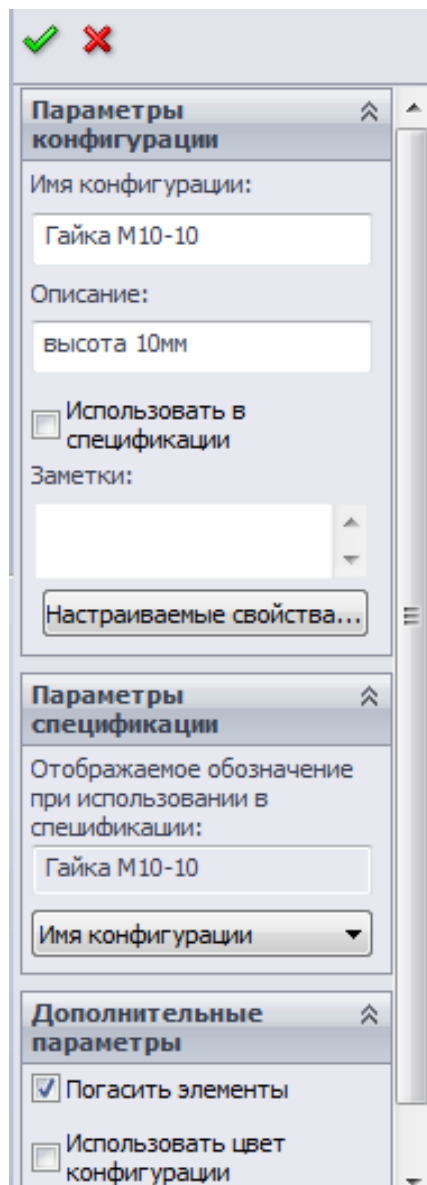

Рисунок 5.4 – Вкладка «Параметры конфігурації»
3. На екрані з'явиться діалогове вікно, в якому потрібно ввести у відповідних полях «Ім'я конфігурації», «Опис» і «Нотатки». В розділі «Параметри специфікації» необхідно обрати ім'я нової конфігурації, під яким вона буде позначатися в специфікації (рис. 5.4).